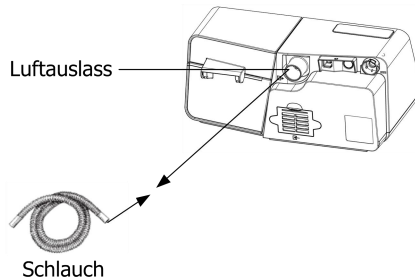

Abb. 12-8
(1) Schließen Sie das eine Ende des Schlauchs an den Luftauslass des Geräts an, wie in Abb. 12-8 dargestellt.